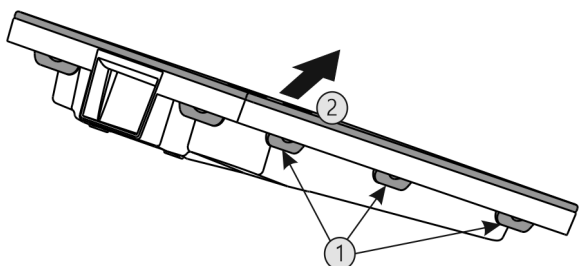

Fig. 53
- ▶ Tryk på alle lasker Fig. 53 (1) efter hinanden, og tag afdækningen Fig. 53 (2) af.